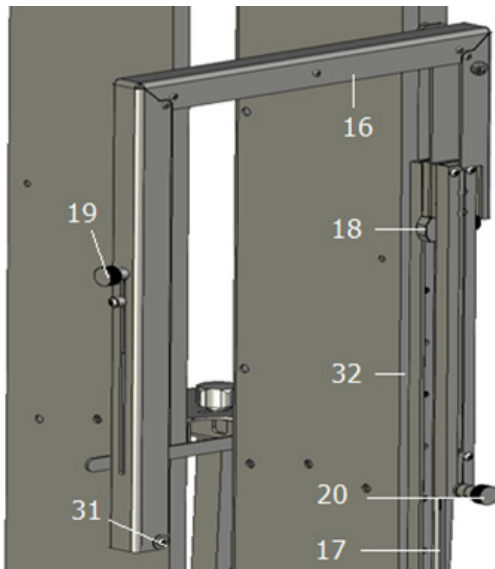

Fig. 12
Reportez la profondeur mesurée sur l'objet selon laquelle la découpeuse d'angle doit plonger dans le panneau avec la butée de profondeur (18, Fig. 12) sur l'échelle de graduation (32). Marquez la position sur le panneau isolant où le fil doit plonger.
Pour ce faire, desserrez le réglage angulaire (20, Fig. 12), poussez-le vers le haut à la cote souhaitée et fixez-le à nouveau.
- Alignez maintenant le fil de coupe sur le bord de coupe du panneau isolant : Desserrez le réglage angulaire (20, Fig. 12) et poussez-le vers le haut jusqu'à ce que la ligne coïncide, puis fixez-le.
- Pour éviter que le fil soit trop tendu, vous devez éventuellement desserrer la fixation pour coupes en onglet (19, Fig. 12) et pousser légèrement vers le bas.